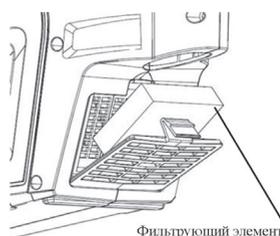

Рис. 12
7. Демонтируйте крышку воздушного фильтра и очистите или замените фильтрующий элемент (рис. 12).